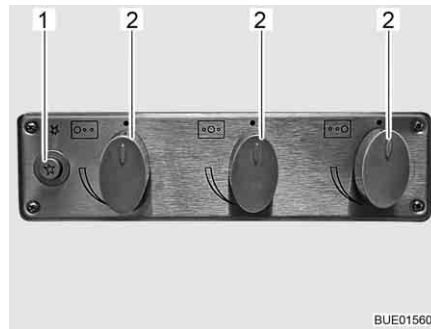

Fig. 162 Boutons de commande pour le réchaud à gaz
- Tourner le bouton tournant (Fig. 162,2) du brûleur désiré en position d'allumage (grande flamme).
- Presser le bouton-poussoir (Fig. 162,1).